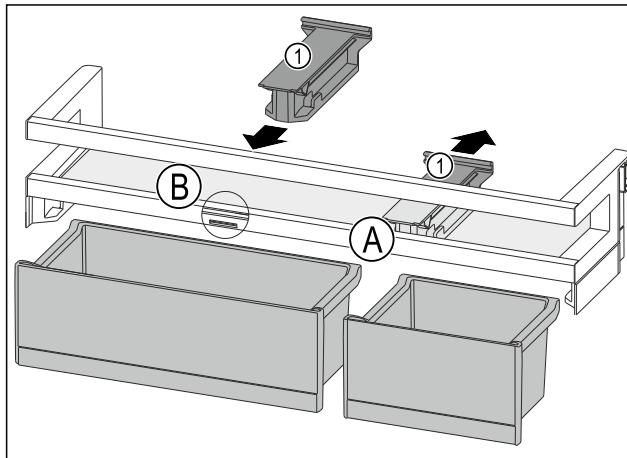

Fig. 112
- Držalni del Fig. 112 (1) odstranite nazaj v položaj Fig. 112 (A).
- Držalni del Fig. 112 (1) vstavite v položaj Fig. 112 (B).